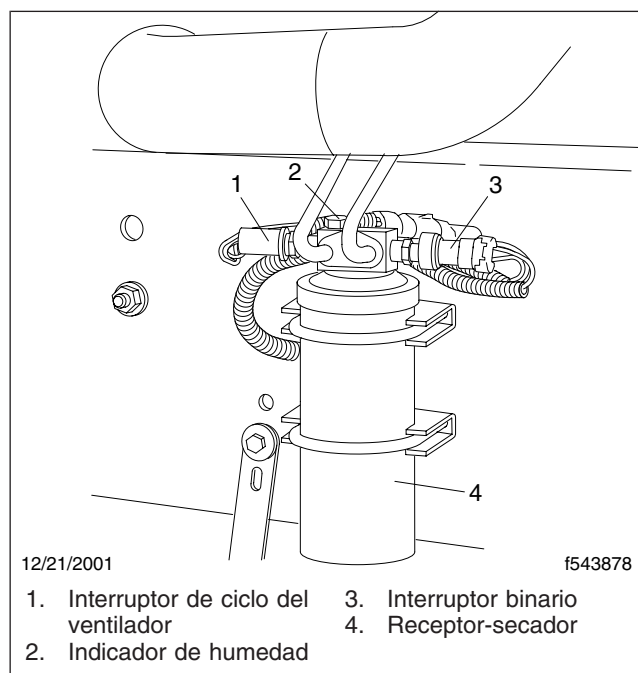

Figura 1, Receptor-secador
12. Revise el indicador de humedad en el receptor-secador. Vea la **Figura 1**. Si el indicador muestra un color azul cobalto oscuro, esto indica que la carga refrigerante está seca. Si el indicador no está azul, el sistema está contaminado con agua. Si el sistema está contaminado, recupere el refrigerante, reemplace el receptor-secador, evacúe el sistema y agregue una carga completa de refrigerante. Vea las instrucciones en la **Sección 83.00**, Tema 220 del *Manual de taller Business Class® M2*.